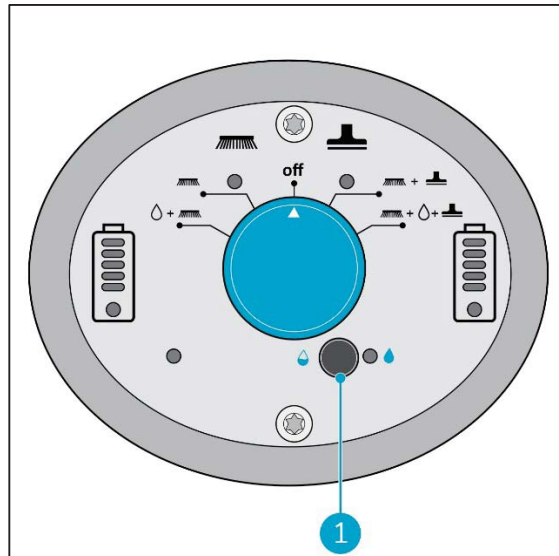

Figure 19
1. Pour activer le mode ECO, appuyez sur le bouton ECO après avoir sélectionné votre mode de nettoyage. (Figure 19, pos. 1).